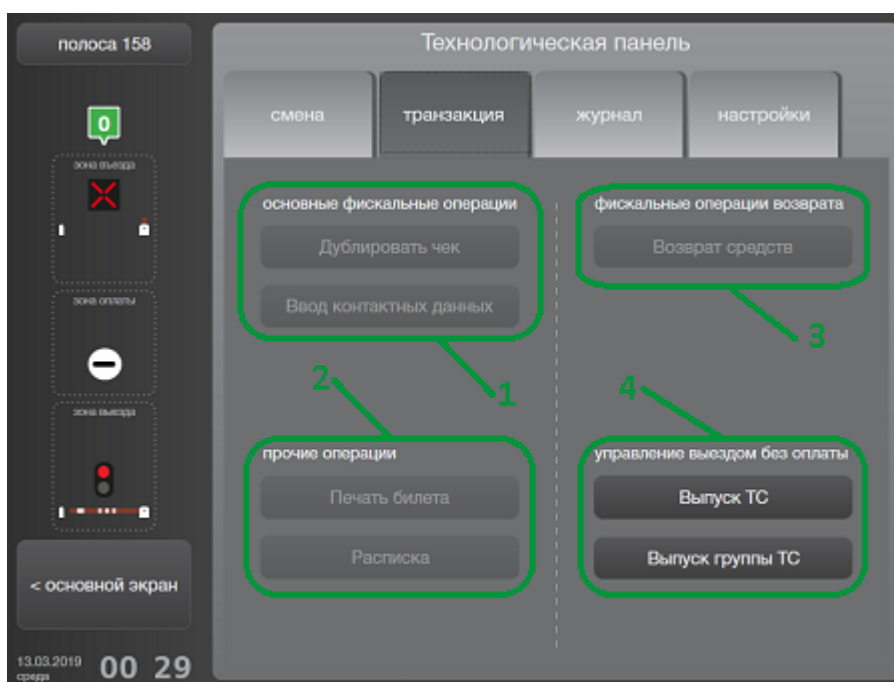

Рисунок 9. Технологическая панель, вкладка [транзакция]
- б) Вкладка [**транзакция**] (рис. 9) содержит дополнительные возможности управления текущей транзакцией (см. п. 6);
б) Вкладка [транзакция] основной зоны технологической панели (рис. 9):